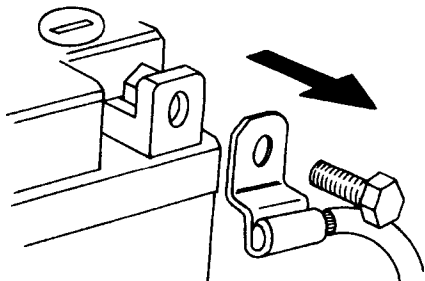

图 1-1 蓄电池负极电线的拆卸
(1) 在动手维修前，首先要清洗、擦净发动机外表面，以免泥沙、脏物掉入发动机内部，增加磨损和发生意外事故。
(2) 汽油易燃、易挥发，维修现场要禁止烟火，工作时不要吸烟。
(3) 拆、装零部件时要正确选用通用维修工具和专用维修工具。在必须使用专用维修工具时，不可使用通用维修工具代替。使用时用力要恰当，避免损坏零件。
(4) 摩托车的拆卸和装配要按正确的步骤和顺序进行，装配顺序大体上与拆卸时相反。拆下的零部件应摆放整齐，必要时编号登记，以免弄乱。
(5) 拆开发动机后，为保证重新装配的发动机有良好的密封性和连接件坚固可靠，密封垫圈、油封、O型密封圈、开口销、弹簧垫圈等一定要更换新品，不能凑合用旧的。
(6) 维修操作过程要随时注意安全，注意不要被发动机、排气管、消声器等高温部位灼伤。与别人一起操作时，应互相关照，共同注意安全。
(7) 蓄电池电解液是一种腐蚀剂，操作时一定要注意不要让电解液溅到身上。
(8) 修理电线或电气零件时，应先拆下蓄电池负极接线柱的电线（图 1-1）。在拧紧或拧松大容量蓄电池接线柱螺栓时，不要将扳手与发动机或车身上的其它金属件接触，以免受到电击。